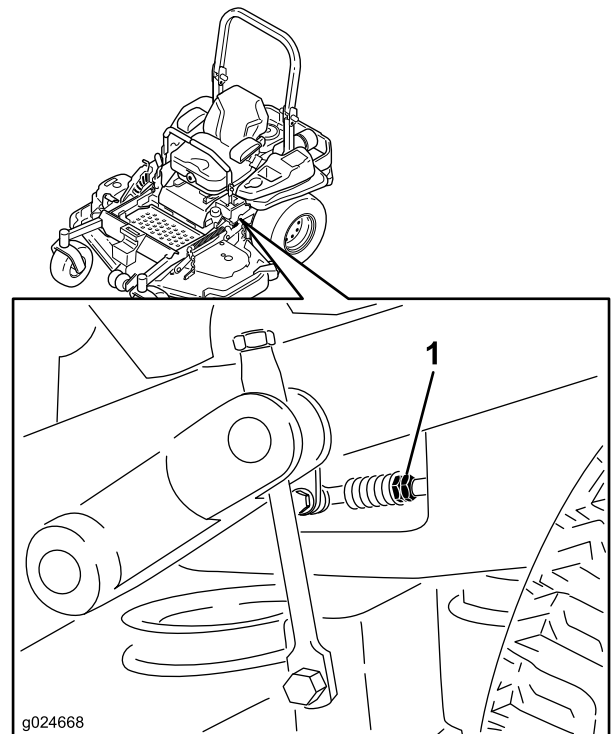

Bild 79
8. Stellen Sie die Länge der Pumpenschaltstange ein, indem Sie die Doppelmuttern an der Stange so weit in die entsprechende Richtung drehen, bis sich die Räder leicht zurückdrehen (Bild 79).